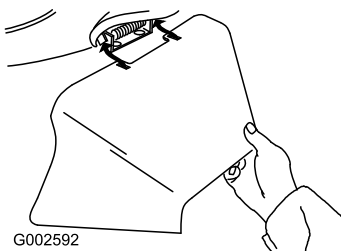

Bild 31
3. Setzen Sie den Seitenauswurfkanal ein und schließen Sie die Klappe auf dem Auswurfkanal (Bild 31).